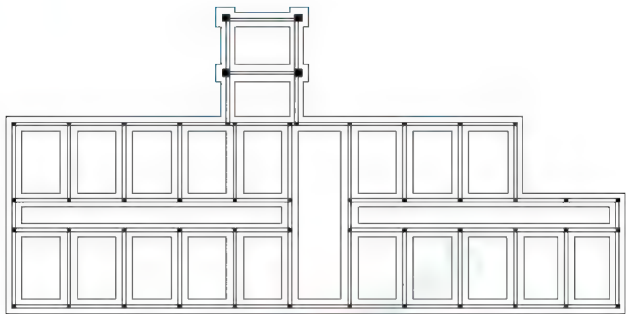

图 5.18 绘制构造柱
(4) 参照附图 2.4，用相同的方法生成剩余的 GZ1 和 GZ2。选择【SOLID】图案填充 GZ3，结果如图 5.18 所示。